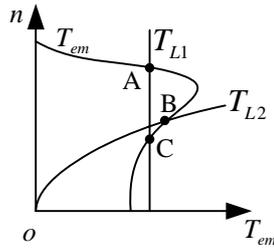

图 3.52 题 3.4 图
3.4 根据电力拖动系统的稳定运行条件，试判断图 3.52 中 A、B、C 三点是否为稳定运行点？